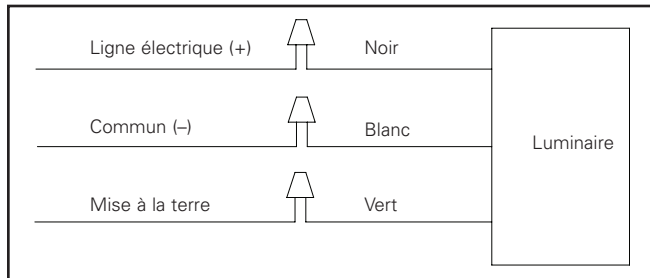

Figure 5.
- Raccordez le luminaire aux fils d'alimentation (figure 5) :